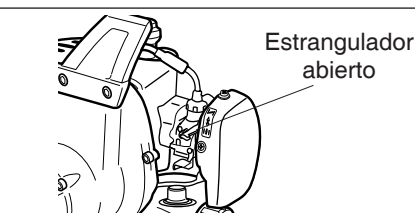

Figura 20
6. Abra el estrangulador moviendo la palanca para abajo (hacia el tanque de combustible). Consulte la figura 20.